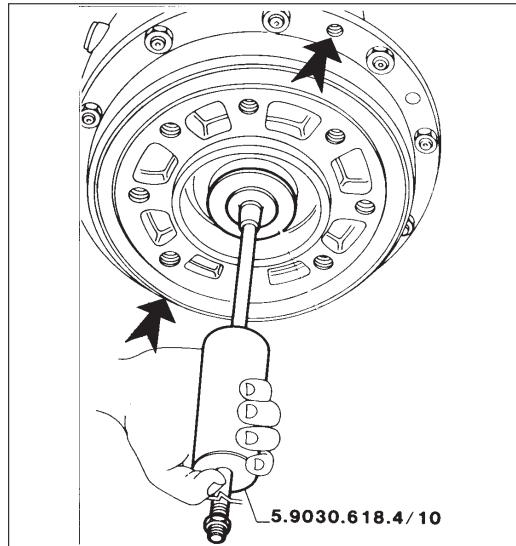

Fig. 9 - Dépose du flasque du moyeu à l'aide de l'outil SAT réf. 5.9030.618.4/10.
- Appliquer l'extracteur 5.9030.618.4/10 et déposer la frette de maintien (voir Fig. 9).
- visser deux vis dans les positions indiquées par les flèches (voir Fig. 9) et désaccoupler le moyeu du réducteur épicycloïdal.